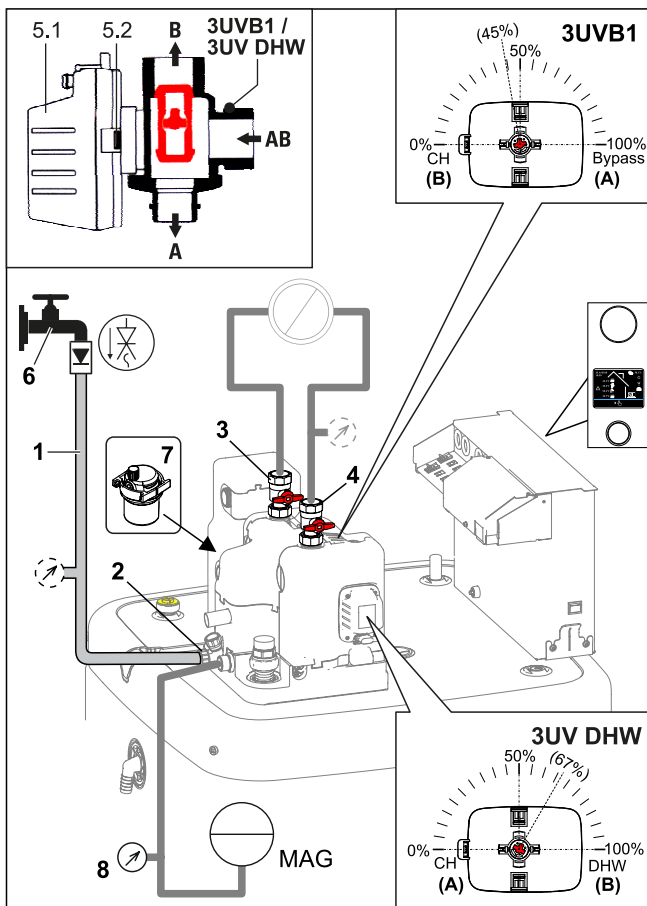

Bild 3-49 Heizungskreislauf befüllen
- Füllschlauch (Bild 3-49, Pos. 1) mit Rückflussverhinderer (1/2") und einem externen Manometer (bauseitig) an den KFE-Hahn (Bild 3-49, Pos. 2) anschließen und gegen Abrutschen mit einer Schlauchschelle sichern.
- Wasserhahn (Bild 3-49, Pos. 4) der Zuleitung öffnen.
- KFE-Hahn (Bild 3-49, Pos. 2) öffnen und Manometer beobachten.
- Wasserhahn (Bild 3-49, Pos. 4) schließen. KFE-Hahn muss offen bleiben, um den Wasserdruck am externen Manometer ablesen zu können.
- Während des Warmwasserheizbetriebs ständig den Wasserdruck am externen Manometer prüfen und gegebenenfalls Wasser über den KFE-Hahn (Bild 3-49, Pos. 2) nachfüllen.
- Wasserdruck am externen Manometer erneut prüfen und gegebenenfalls Wasser über den KFE-Hahn (Bild 3-49, Pos. 2) nachfüllen.
- Füllschlauch (Bild 3-49, Pos. 1) mit Rückflussverhinderer vom KFE-Hahn (Bild 3-49, Pos. 2) entfernen.